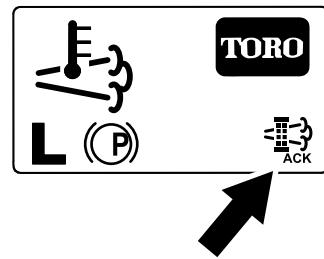

Figure 70
8. L'InfoCenter affiche l'écran d'accueil et l'icône de confirmation de la régénération (Figure 70) apparaît en bas à droite de l'écran pendant le processus de régénération.